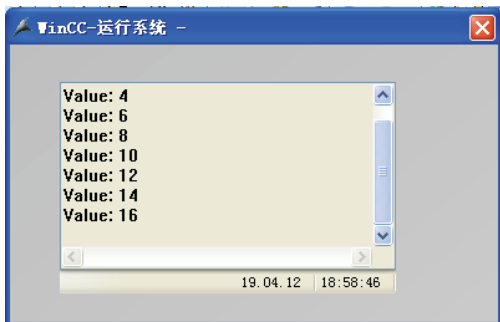

图 9-54 运行结果
3) 运行输出。在图形编辑器中，先单击“保存”按钮，目的是保存前面的操作，再单击“激活”按钮，运行系统。这时，用鼠标左键单击按钮，可以看到如图 9-54 所示的运行结果。